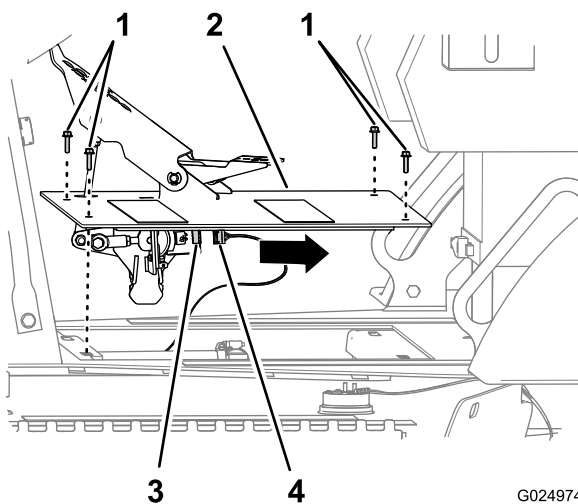

Рисунок 110
1. Выверните 4 болта с шестигранными фланцевыми головками, которые крепят узел педали тяги к ходовой части машины (Рисунок 110).
- Отсоедините разъем с 6 гнездами жгута проводов машины от 6-штырькового разъема датчика педали тяги (Рисунок 110).
- Снимите узел педали тяги с машины (Рисунок 110).
1. Подсоедините разъем с 6 гнездами жгута проводов машины к 6-штырьковому разъему датчика педали тяги (Рисунок 110).
2. Совместите отверстия в пластине узла педали тяги с отверстиями в ходовой части машины (Рисунок 110).
3. Прикрепите педаль тяги в сборе к ходовой части машины с помощью 4 болтов с шестигранными фланцевыми головками (6 x 25 мм); см. Рисунок 110.